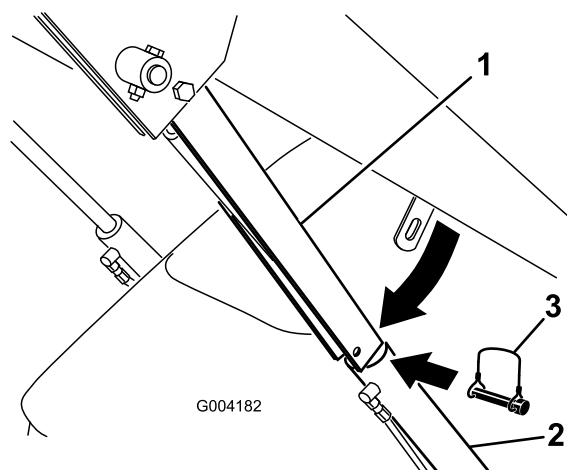

Figure 19
4. Enlevez la goupille à anneau qui fixe le dispositif de blocage de vérin au bras de chargeuse (Figure 19).
5. Abaissez le dispositif de blocage sur la tige du vérin et fixez-le en position à l'aide de la goupille à anneau (Figure 19).